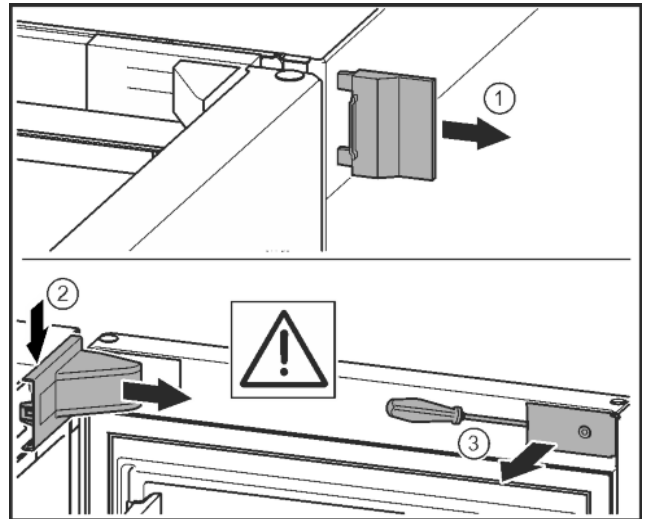

Fig. 7
- ▶ Снять внешнюю крышку. Fig. 7 (1)
- ▶ При помощи отвертки освободить крышку опорного кронштейна и отсоединить. Снять крышку опорного кронштейна. Fig. 7 (2)
- ▶ Шлицевой отверткой вывести накладку из зацепления и отвести в сторону. Fig. 7 (3)